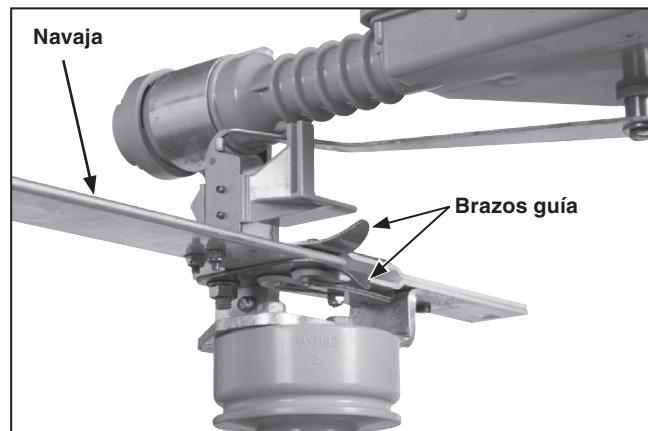

Figura 35. Durante el cierre, asegúrese que la navaja entre en los brazos guía por el centro.
- La navaja se debe acercar hacia los brazos guía del contacto de la mordaza por el centro. Ver Figura 35.